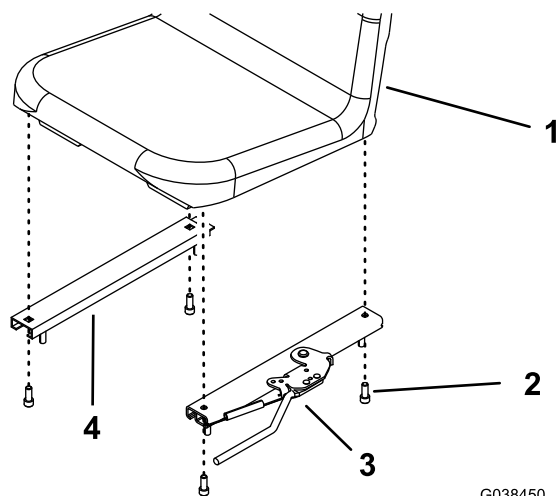

Figura 8
4. Monte os ajustadores esquerdo e direito no banco utilizando quatro parafusos (5/16 x 3/4 pol.) como se mostra na Figura 8.